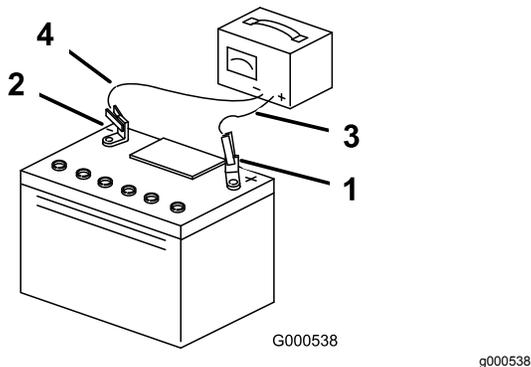

Рисунок 28
3. После полной зарядки аккумуляторной батареи отсоедините зарядное устройство от электророзетки и затем отсоедините провода зарядного устройства от штырей аккумуляторной батареи (Рисунок 28).